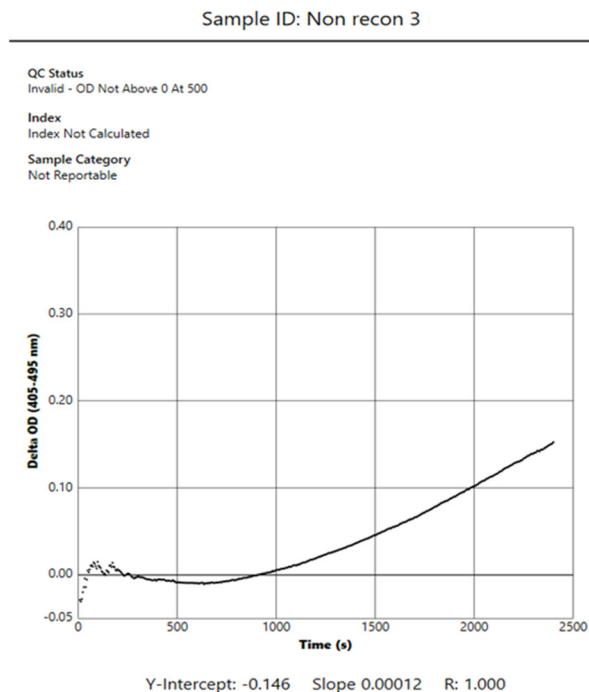

Abbildung 18. BG Analytics®-Testergebnisbericht für eine Probe mit ungültigem QC-Status – kinetische Spur
- Dargestellt als Delta OD (405 -495 nm) im Verhältnis zu wobei der Y-Achsenabschnitt, die Steigung und die R-Werte zwischen 1900 und 2400 Sekunden bestimmt werden, um eine weitere Analyse der Probe zu ermöglichen (weitere Informationen finden Sie in **Abschnitt 8 Fehlerbehebung**). Ein Beispiel für eine Probe mit ungültigem QC-Status ist in Abbildung 18 dargestellt.